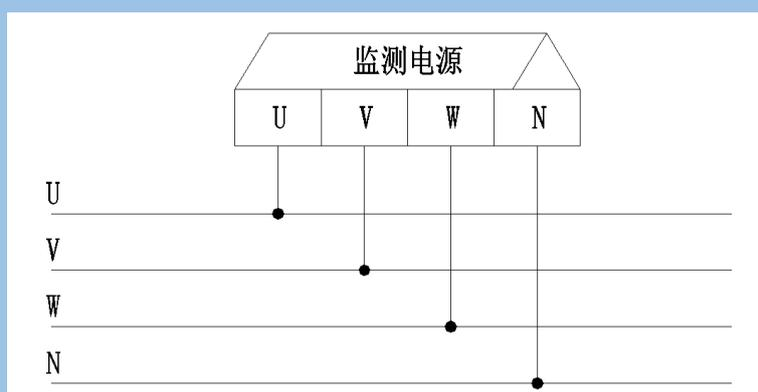

图 4：三相电压传感器-监控电源接线图
(3) 被监控电源按照图 4 方式接入传感器。
(4) 当系统开通以后,可以对传感器进行逐个测试。
(5) 传感器离控制器的最远距离不大于 1200m,且末端电压不能小于 18V。二总线的线径不小于 1mm²;在弱电竖井内,二总线的线径不小于 1.5mm²。